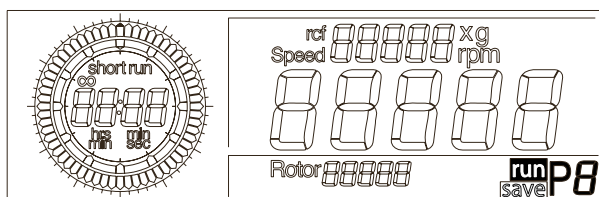

Abb. 5.16: Abrufen von Programmen;
- Drehen Sie den linken Drehknopf, bis im Anzeigenfeld "run" erscheint (Abb. 5.16).